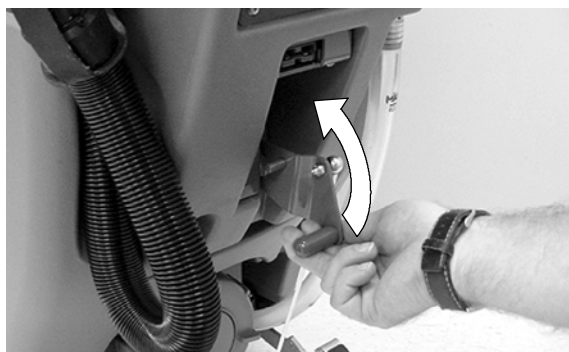

FIG. 3
2. Soulevez le levier de levage du racloir en position supérieure (Figure 3).